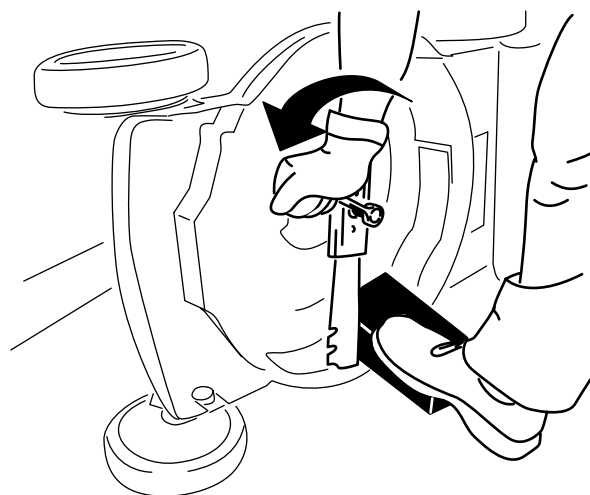

Figura 30
3. Usate un blocco di legno per tenere ferma la lama (Figura 30).
4. Togliete la lama e conservate la bulloneria di montaggio (Figura 30).